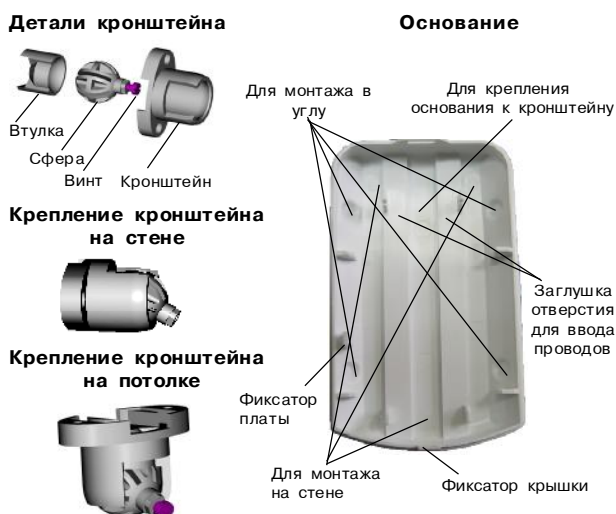

Рис. 2. Основание извещателя и кронштейн
- снимите крышку извещателя, отжав при помощи отвертки фиксатор, расположенный в нижней части основания извещателя (рис. 2);
- просверлите в основании корпуса отверстия (рис.2), которые будут использоваться для прокладки проводов и крепления извещателя;